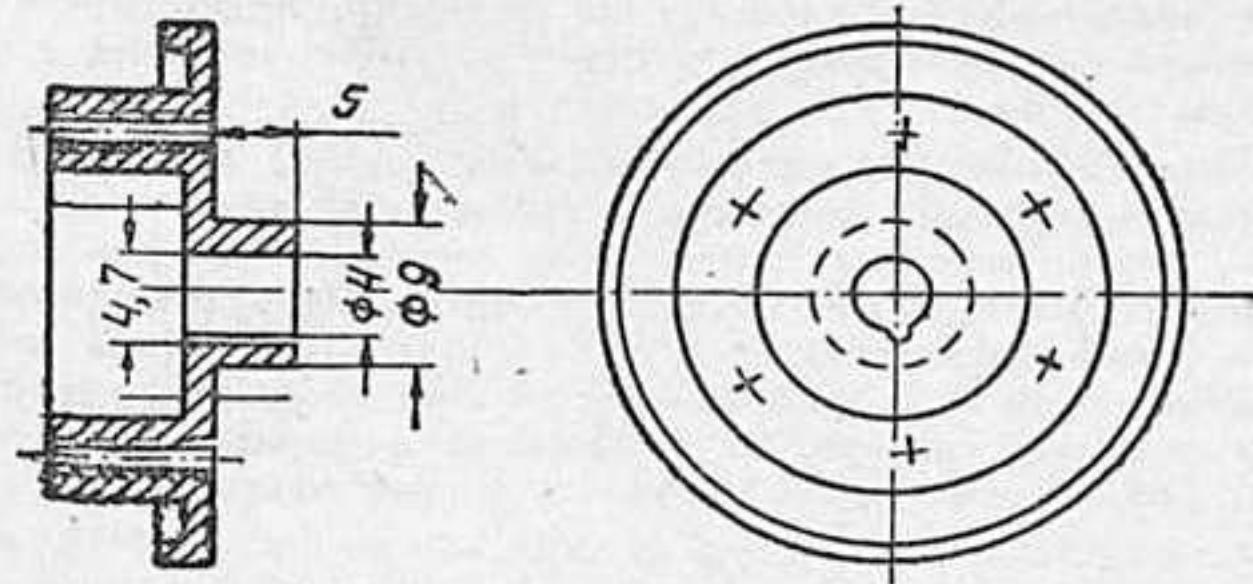

Рис. 45, дет. 6сб-1
**Ступица заднего колеса (6сб-1)** (рис. 45) — 2 шт. Изготавливается из дуралюминия (Д-16). По сравнению со ступицей переднего колеса она имеет несколько иную конструкцию.